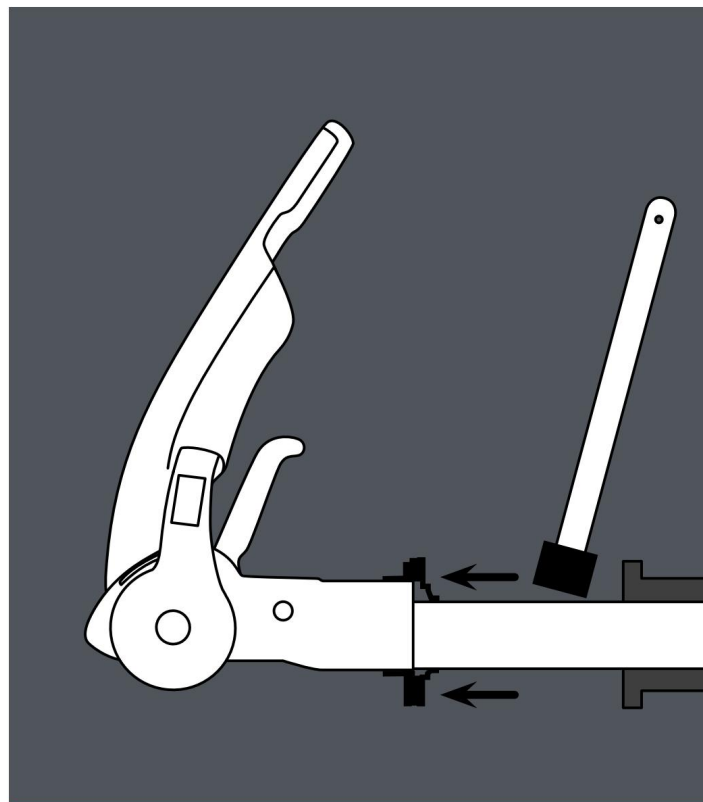

Fig 12 Azione correttiva
- B. Lubrificare la bussola dell'albero di traino tramite gli ingrassatori. Inoltre, spingere in avanti la cuffia e ingrassare (DIN 51 825 KTA 3K) la parte esposta dell'albero (Fig. 12).